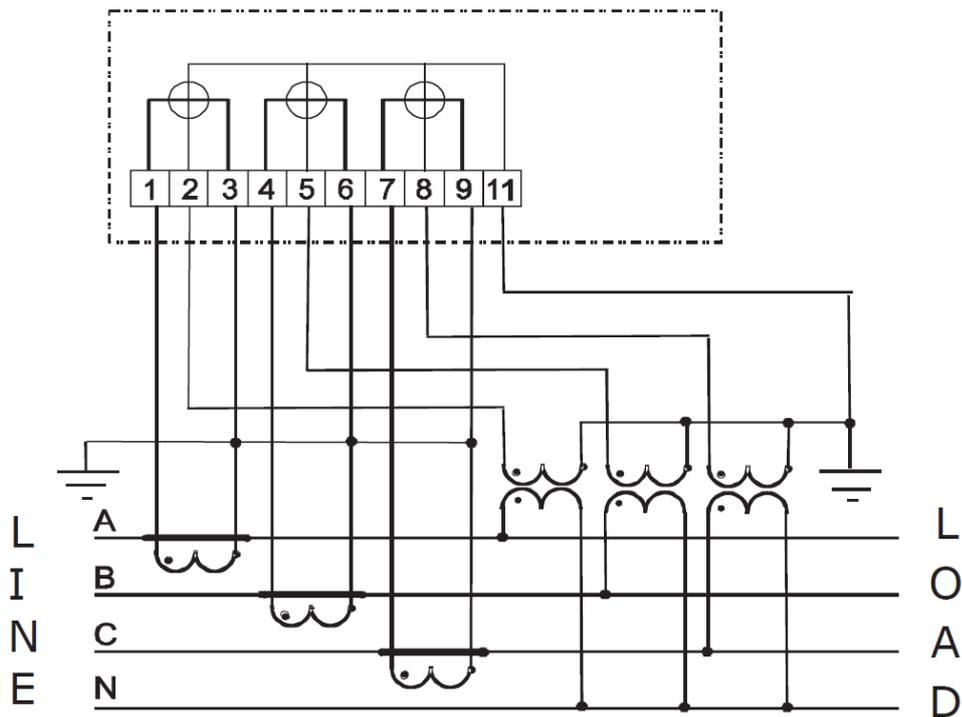

Рисунок 7.3 - Схема подключения к четырехпроводной сети с заземленной нейтралью
- 5) Подключить измеряемые цепи напряжения и тока к соответствующим зажимов счетчика согласно одной из схем включения (см. Рис. 7.3 - 7.11), и / или по схеме, находится на обратной стороне крышки зажимов.
Схемы подключения счетчика A1800 приведены на рис. 7.3 – 7.12.